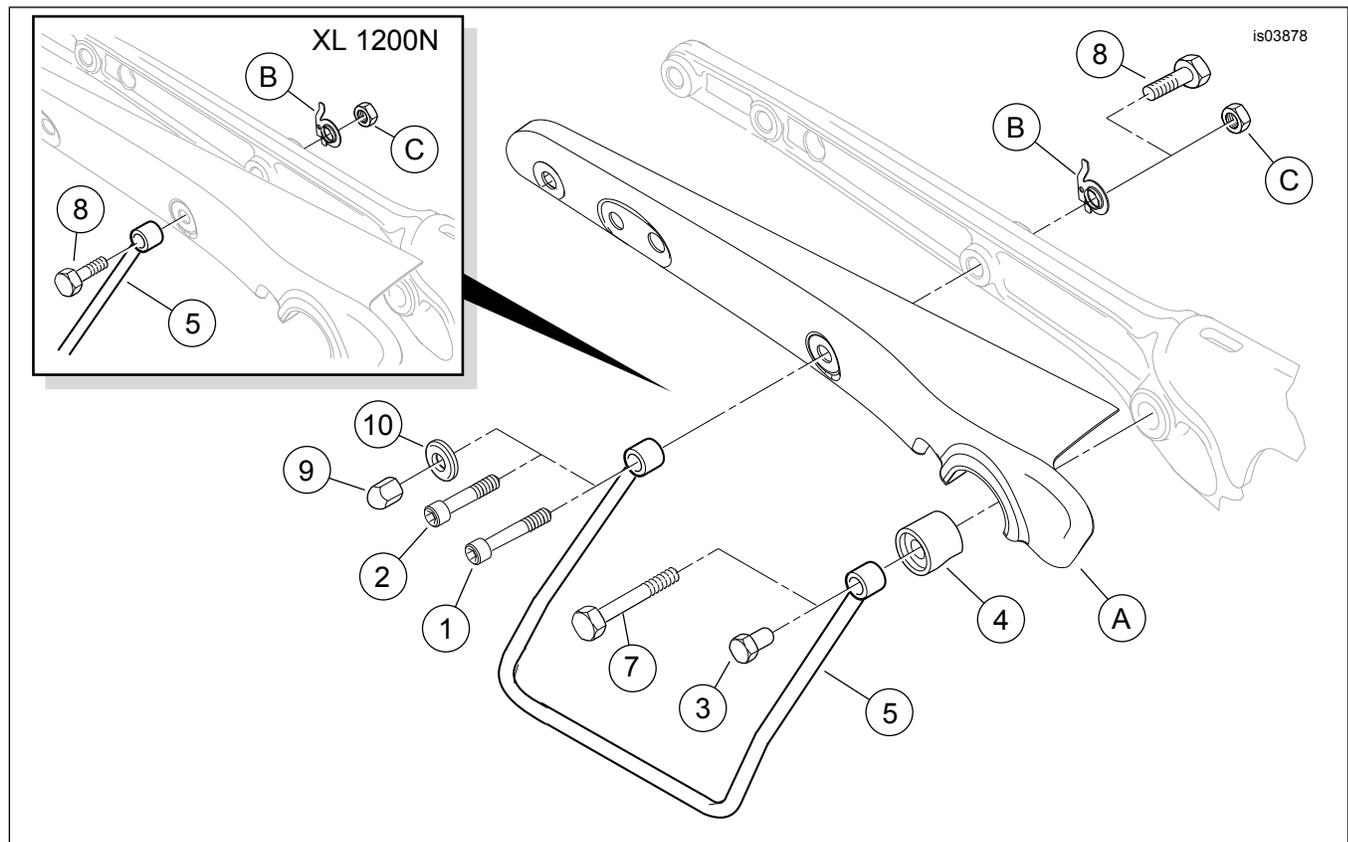

Abbildung 4. Ersatzteile, Satteltaschensatz
Siehe Abbildung 4 und Tabelle 1.
4. Siehe Abbildung 4. Eine Stoßdämpferabdeckung (4) aus dem Satz über dem Stoßdämpferbolzen einbauen. Die Stützhalterung (5) mit dem vorderen Befestigungsloch über dem Stoßdämpferbolzen und dem hinteren Befestigungsloch über dem Loch in der Schutzblechstütze platzieren.
4. Siehe Abbildung 4. Die Stützhalterung (5) mit dem vorderen Befestigungsloch über dem Stoßdämpferbolzen und dem hinteren Befestigungsloch über dem Loch in der Schutzblechstütze platzieren.